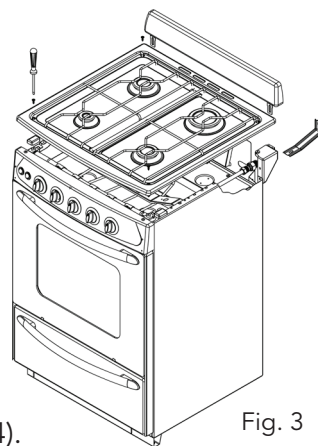

Fig. 3
- Retirar el respaldo, las rejillas de los quemadores y los difusores de los quemadores (Fig. 3).
- Retirar la plancha sacando los 4 tornillos que fijan la misma y los 8 tornillos que fijan los quemadores (Fig. 3).
- Colocar la escuadra de anclaje fijándola a la chapa superior según indica el detalle (Fig. 3).